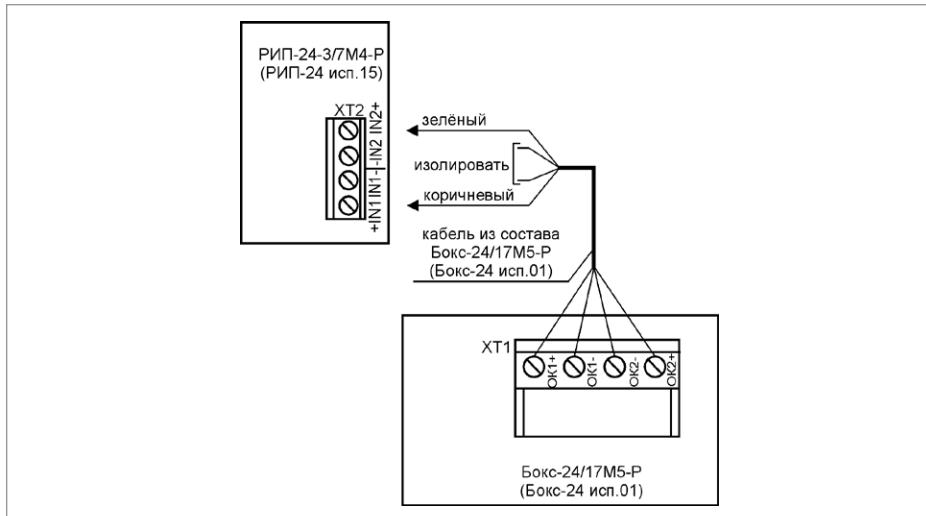

Рисунок 13. Схема подключения Бокс-24 исп.01 (Бокс-24/17М5-Р) к РИП
- Схема подключения Бокс-24 исп.01 (Бокс-24/17М5-Р) (далее - Бокс) представлена на рис. 13. Кабель подключения Бокса к РИП входит в комплект поставки Бокса и подключен к колодке XT1.